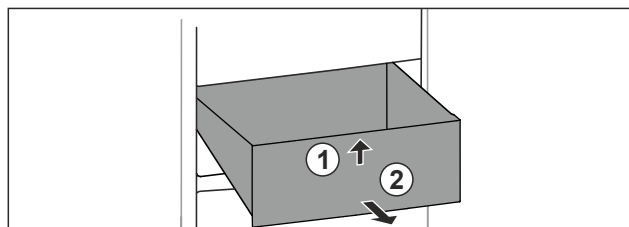

Fig. 135
- ▶ Schubfach vorne anheben. Fig. 135 (1)
- ▶ Schubfach nach vorne entnehmen. Fig. 135 (2)